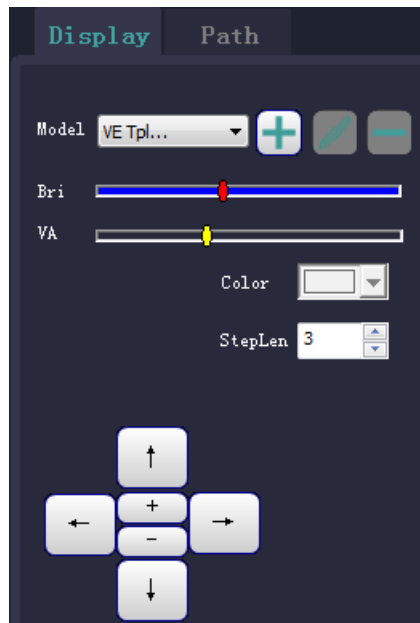

Рисунок7-22 Вход в виртуальный эндоскоп
1. Выбрать команду [Endo→Display] на интерфейсе [3D] для входа в интерфейс виртуального эндоскопа, как это показано на Рисунок7-22